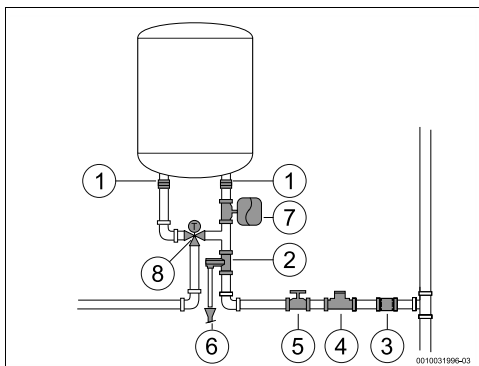

Fig. 11 Branșamentul de apă
Pentru prevenirea deranjamentelor provocate de variații bruște ale presiunii, se recomandă montarea unei supape de refulare a rezervorului în amonte la alimentarea cu apă (Fig. 11, [7]).
- ▶ Montați supapa de siguranță la brașamentul de apă rece al boilerului (Fig. 11).
- ▶ instalarea unei supape reductor de presiune (Fig. 11, [4]). Supapa de preaplin se va activa atunci când presiunea apei din aparat depășește 8 bari (± 1 bar), motiv pentru care este necesară planificarea unui mod de scurgere a acestei ape.
- ▶ Instalați un vas de expansiune (Fig. 11, [7]) pentru a opri deschiderea supapei de preaplin în mod frecvent. Volumul vasului de expansiune trebuie să fie echivalent cu 5% din volumul aparatului.
- ▶ Închideți robinetul de închidere al apei (→Fig. 11).